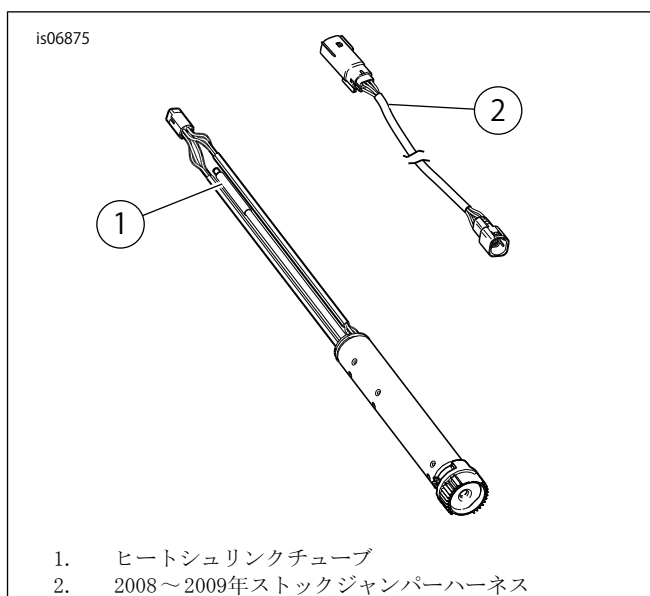

図3。2008～2009年TGSおよびハーネス
3. 図3を参照してください。TGSジャンパーハーネスをTGSとメインハーネスから外します。ストックジャンパーハーネス(2)を廃棄します。